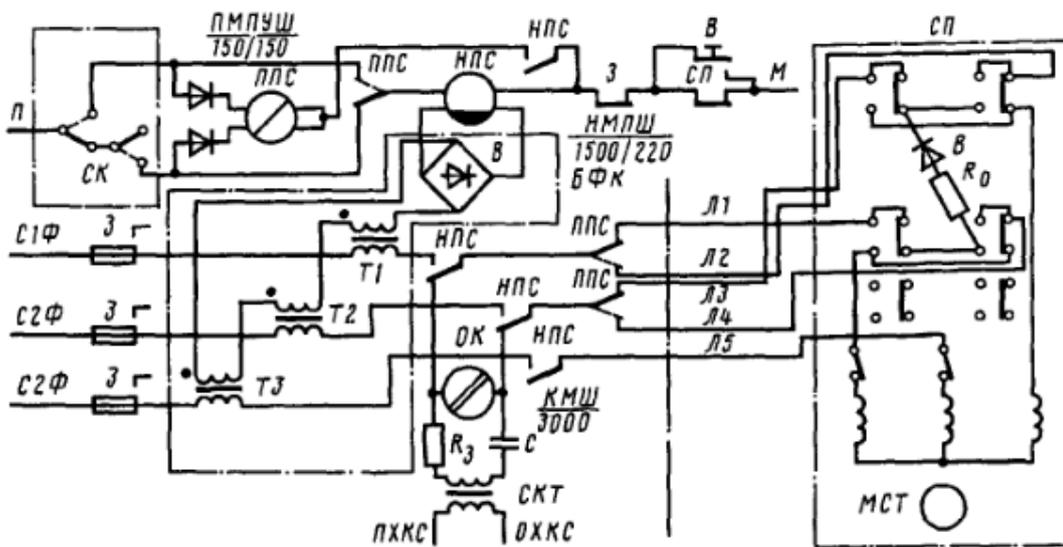

Рисунок 8 – Пятипроводная схема управления стрелкой
14. Дана схема управления стрелочным электроприводом (Рис. 8). Определить тип привода в зависимости от рода тока;